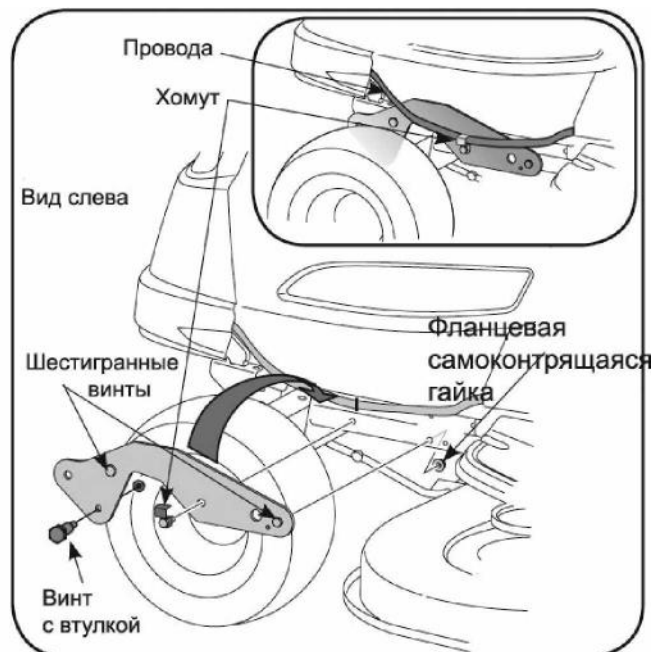

Рис. 17.
1. Установите болт с буртиком (738-0143) и фланцевую самоконтрящуюся гайку (712-04065) в верхнее переднее отверстие каждого из двух кронштейнов, предназначенных для монтажа снегоуборщика, как показано на Рис. 17.
2. Прикрепите кронштейны для установки снегоуборщика (683-04214 и 683-04215) к трактору, используя имеющиеся детали (шестигранные винты 710-0514 и самоконтрящиеся гайки 712-04065). см. Рис.17.